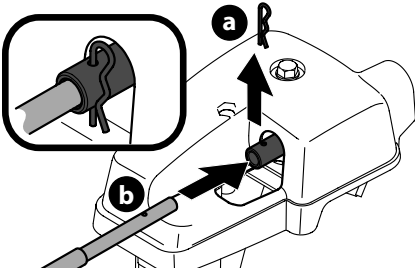

Figura 23
- Retire el broche de horquilla (a) de la parte posterior del cabezal de control del canal (Figura 23).
- Inserte el eje flexible (b) en la parte posterior del cabezal de control del canal con el broche de horquilla (a) que extrajo en el Paso 4 (Figura 23).